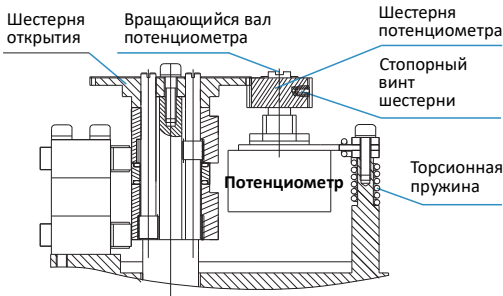

Рис. 7
- См. Рис. 7, необходимо измерить сопротивление между начальным и конечным выходом потенциометра с помощью мультиметра (значение сопротивления между Штифтом 1 и Штифтом 3 потенциометра), записать значение R. (При отсутствии специального требования, установочное заводское значение составляет 1 кΩ ±3%).
РЕГУЛИРОВКА ПОТЕНЦИОМЕТРА ДЛЯ ТИПА С, D (Рис. 7)